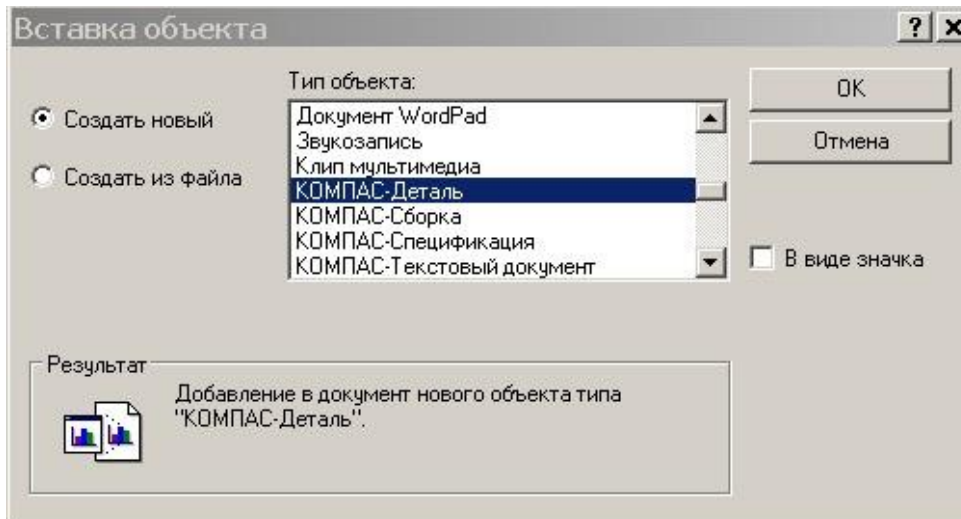

Рис. 6.31
2. *Вставка* → *Об'єкт* → вибираємо *КОМПАС-Деталь* (рис. 6.31) та *Створити з файла*.